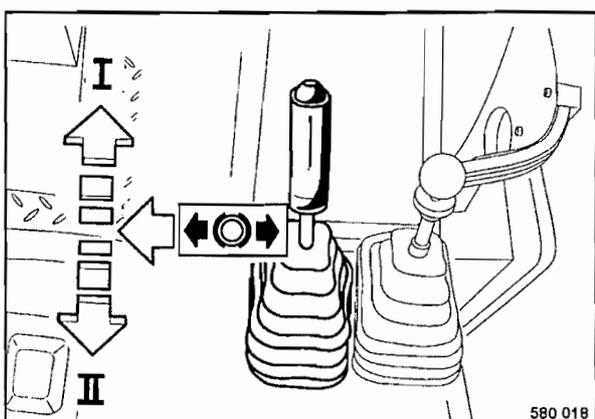

Fig. 37
- Desengajar la palanca de marcha (Fig. 37) hacia la izquierda de la posición de frenado y